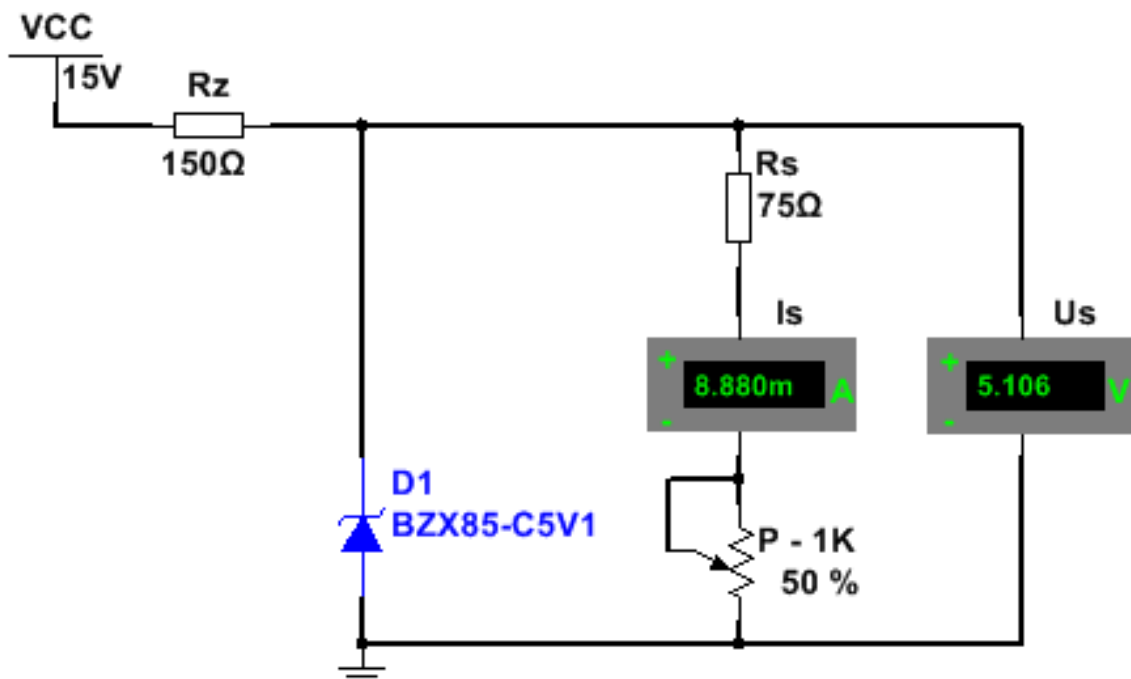

Figura 3.4 Stabilizator de tensiune în raport cu variația tensiunii de alimentare
- Realizează cu simulatorul schema electronică din **figura 3.4**;
3. Realizează pe placa de probă montajul schemei din **figura 3.4**;